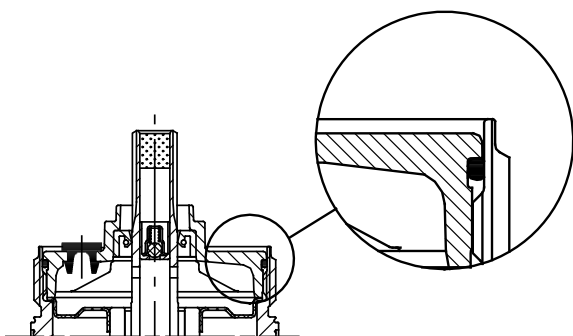

Рис. 8 Крышка должна быть ниже верхнего торца двигателя
7. Установить верхний радиальный подшипник (205) на вал с ротором, зажать до выточки на двигателе.
8. Нанести тонкий слой смазки на кольцевое уплотнение (224) и стопорное кольцо (232).
9. Затянуть верхнюю крышку (225) на статоре с использованием насадки 1) (N) и динамометрического ключа (J). Убедиться, что крышка ниже верхнего торца двигателя, см. рис. 8, и осевое биение в пределах от 0,3 и 1,3 мм.